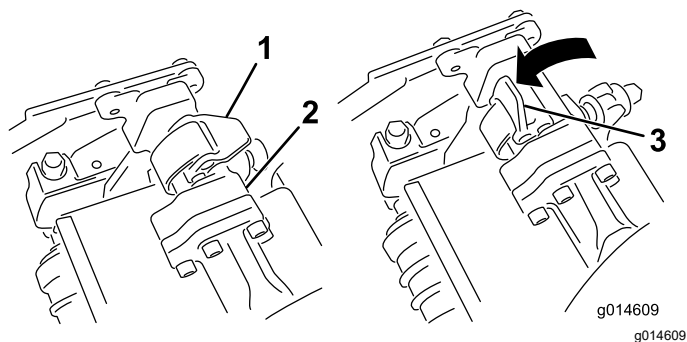
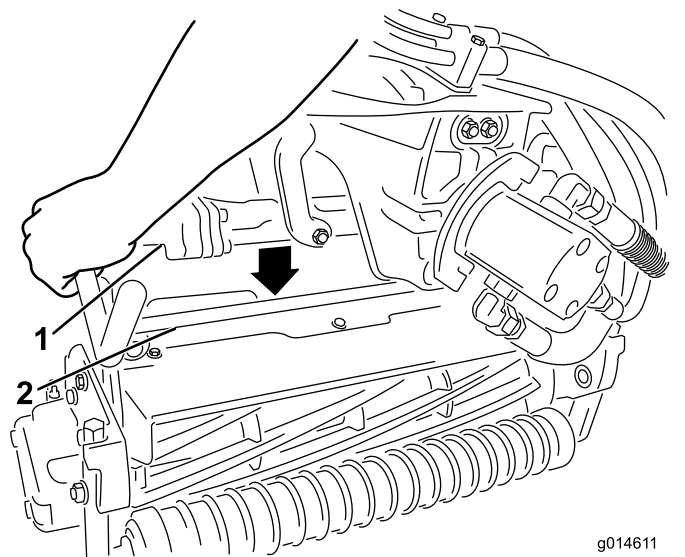

Figura 61
Figura 62
4. Abra os trincos da barra do braço de suspensão (Figura 61) e empurre o braço de suspensão para baixo de forma a que a barra fique sobre ambos os braços inclinados na unidade de corte e certifique-se de que os trincos passam por baixo da barra transversal da unidade de corte (Figura 62).
5. Feche os fechos para baixo e em redor da barra da unidade de corte e bloqueie-os no sítio (Figura 61).
6. Abra os fechos na barra do braço de suspensão da unidade de corte que está a remover (Figura 61).